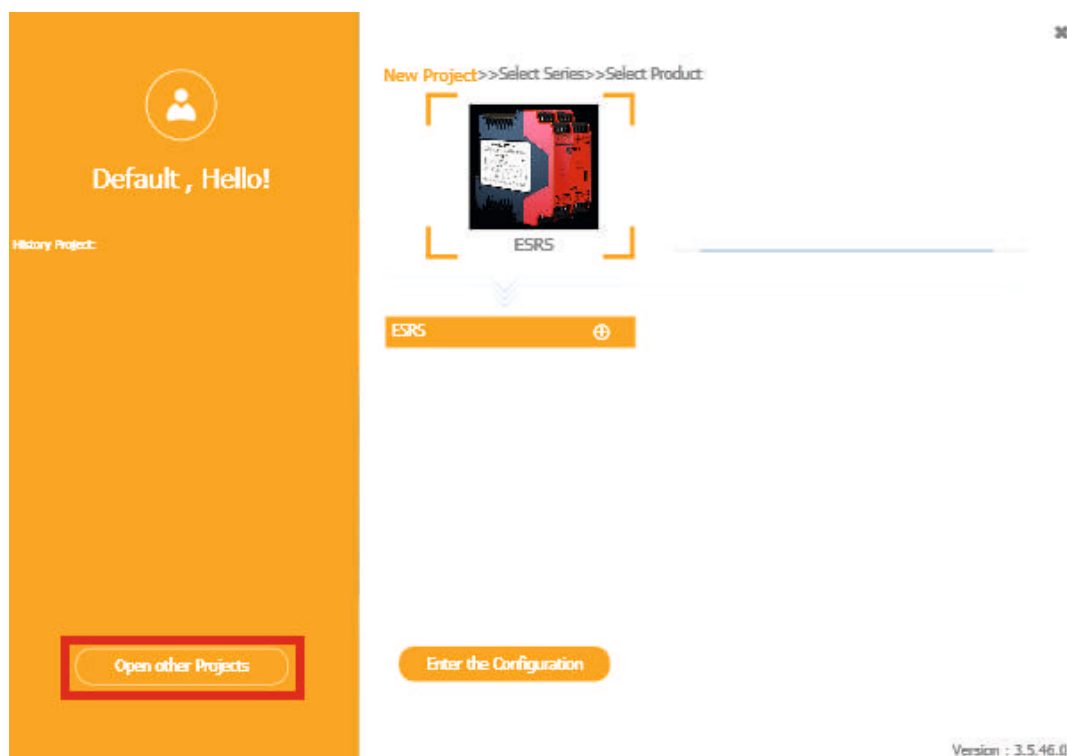

Рис. 6
1. После входа в систему, в окне «Default» нажмите кнопку «Open other Projects» в нижнем левом углу (Рис.6).